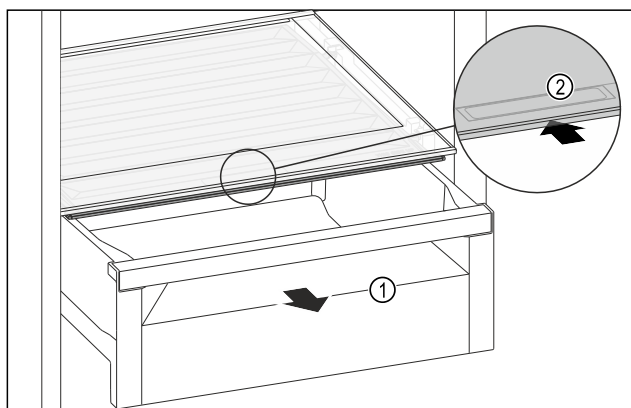

Fig. 140
- Zásuvku Fig. 140 (1) vytáhněte.
- Uchopte prohlubeň pro rukojeť Fig. 140 (2) na víku zásuvky a současně zasuněte víko zásuvky směrem dozadu.